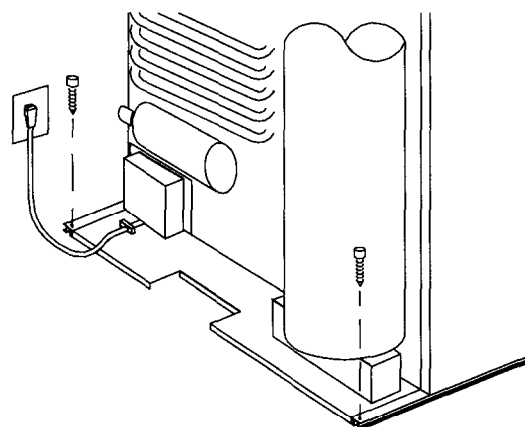

FIG. 6
C. 2 vis à l'arriere (Fig. 6).